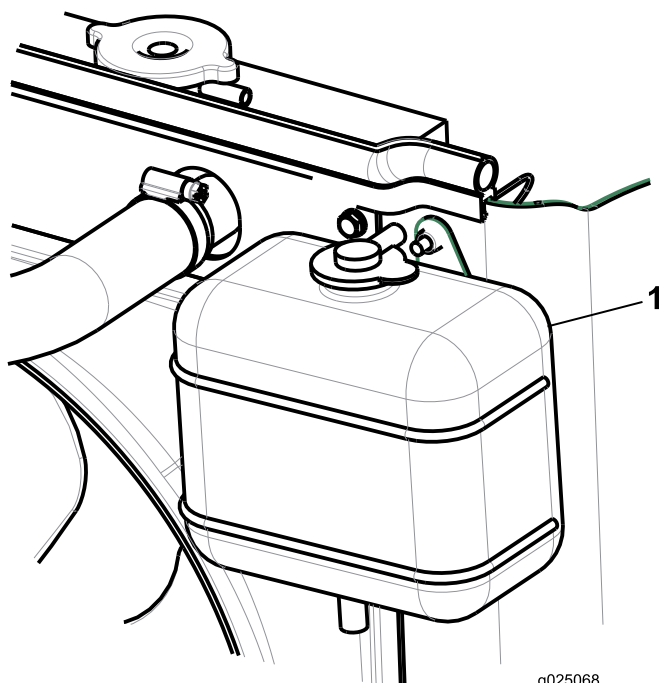

Figure 25
2. Vérifiez le niveau du liquide de refroidissement dans le vase d'expansion (Figure 25). Il doit se situer entre les repères qui figurent sur le côté du réservoir.